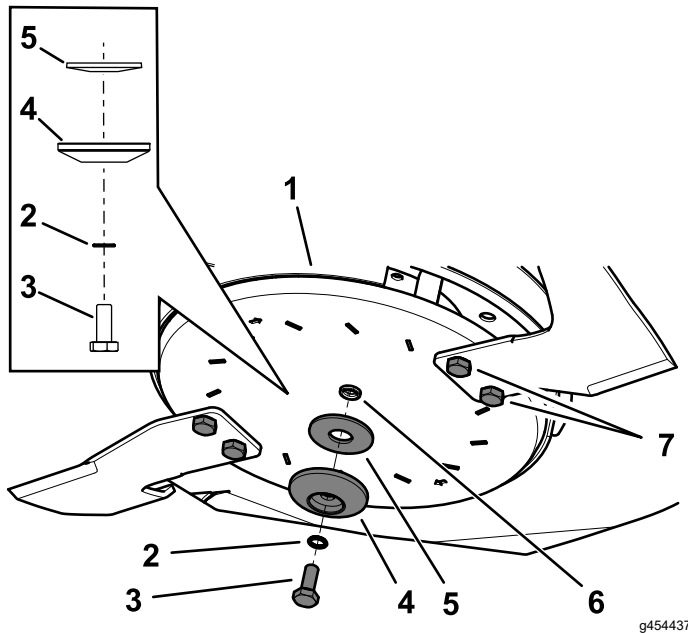

Figure 111
2. Montez la lame latérale avec le boulon de disque, la rondelle dentelée, le disque de retenue et la rondelle bombée que vous avez retirés précédemment (Figure 111).